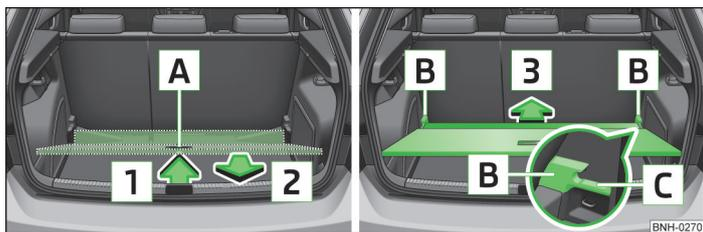

Fig. 69 Ajustar el suelo de carga variable en la posición superior
- Agarrar el suelo de carga variable por el agarradero **A** » fig. 69.